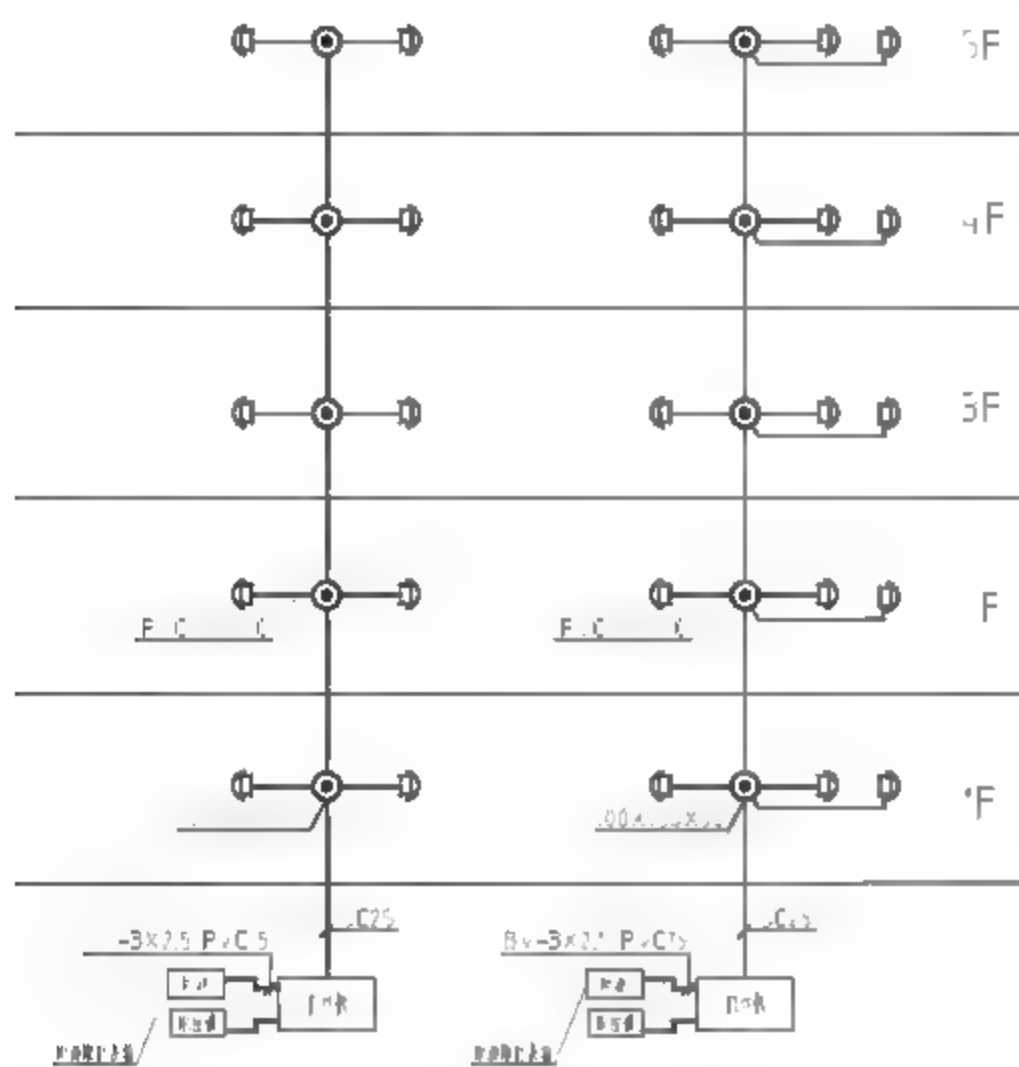

图13-50 绘制标注
**04** 调用MT【多行文字】命令、L【直线】命令，绘制引线及标注文字，结果如图13-50所示。